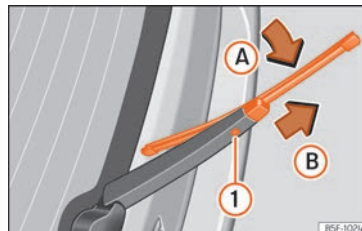

Abb. 86 Scheibenwischerblatt der Heckscheibe auswechseln.
- Wischerblatt leicht drehen »» **Abb. 86** (Pfeil **A**).
- Die Entriegelungstaste ① gedrückt halten und gleichzeitig das Scheibenwischerblatt in Pfeilrichtung **B** abziehen.
- Neues Heckscheibenwischerblatt **gleicher Länge und Ausführung** auf den Scheibenwischerarm entgegen der Pfeilrichtung **B** schieben, bis der Mechanismus ① einrastet.